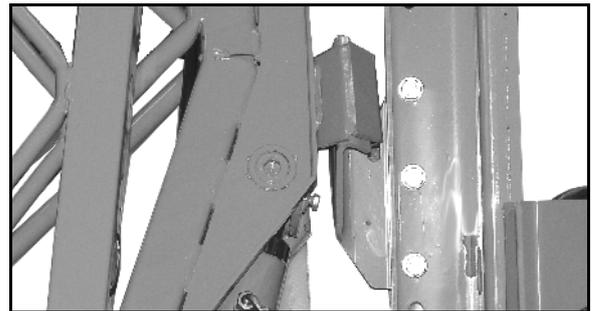

Fig. 10
- Transportverriegelung (Fig. 10) am **Super-S**-Gestänge gegen ungewolltes Ausklappen